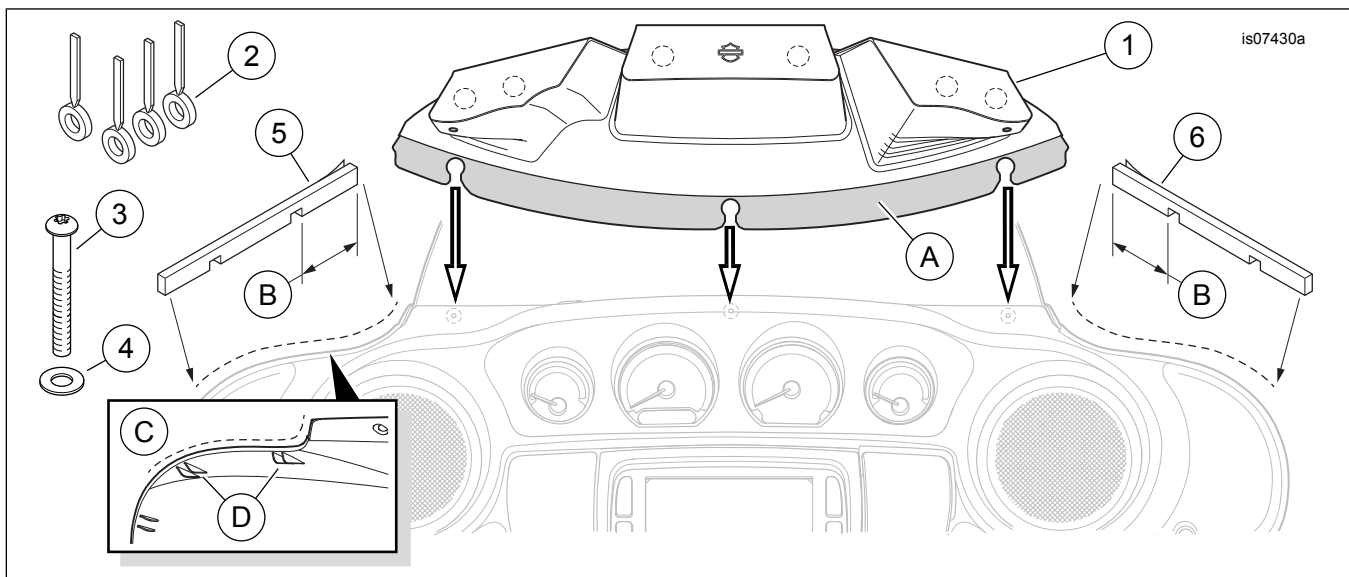

Figure 3. Pièces de rechange, Pochette de carénage multi-poches
Voir Figure 3 et Tableau 1.
- a. Retirer les quatre vis (2) qui fixent le carénage extérieur au carénage intérieur. Déposer le pare-brise. Déposer le carénage extérieur.
- b. Voir Figure 3. Nettoyer les bords intérieurs à chaque extrémité du carénage **extérieur**, dans la zone signalée par des lignes pointillées, à l'aide d'un mélange 50-50 d'alcool isopropylique et d'eau distillée. Laisser sécher complètement.
- c. Tester la position des joints sur le carénage avant de commencer la pose. Ne pas retirer le ruban protecteur de la partie adhésive tant que la préparation n'est pas terminée. Les joints en mousse (5 et 6) sont spécifiques à chaque côté. En effet, les encoches qu'ils présentent **ne sont pas** centrées. L'un des segments d'extrémité est long de 64 mm (2.5 in), soit légèrement plus que l'autre segment. Lorsqu'elles sont installées sur le carénage extérieur, les encoches sont placées face vers le bas, sur les deux éléments d'alignement (D) les plus proches du centre du carénage (voir encart C). Les segments les plus longs sont tournés vers le centre du carénage.
3. Dans le kit, prendre la vis **neuve**, plus longue (3), et la rondelle **neuve** (4). Installer la rondelle sur les filets de vis. Insérer la vis dans le trou de montage supérieur central. Commencer à visser dans l'insert de montage fileté au centre du pare-brise, sur le carénage intérieur, mais sans serrer.
5. Voir Figure 3. Faire glisser la partie inférieure (A, grisée sur l'illustration) de la pochette de carénage (1) entre le carénage intérieur et le carénage extérieur. Positionner l'encoche centrale et une encoche latérale sur les vis. Faire glisser le pare-brise vers le bas entre le carénage **extérieur** et la pochette de carénage.